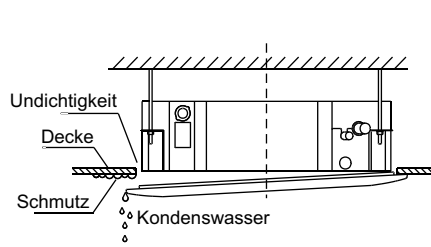

Abb. 3-12
- Bei nicht fest angezogenen Schrauben können Fehlfunktionen auftreten, s. Abb.3-12.